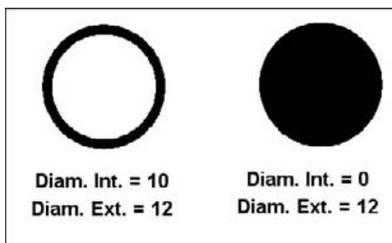

Fig.4.45
- 4] Pointer le(s) centre(s) du ou des anneaux ou appuyer sur Entrée pour quitter la commande (fig.4.45).